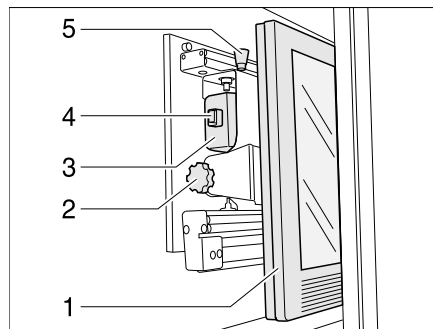

Bild 82 TV-Schrank
- Entriegelungsknopf (Bild 82,5) drücken und Halterung für den Flachbildschirm am Griffstück (Bild 82,4) bis zum Anschlag nach vorn ziehen.
- Entriegelungsknopf (Bild 82,1) ziehen und Flachbildschirm (Bild 82,2) in die gewünschte Position schwenken.
- Rändelschraube (Bild 82,3) lösen.